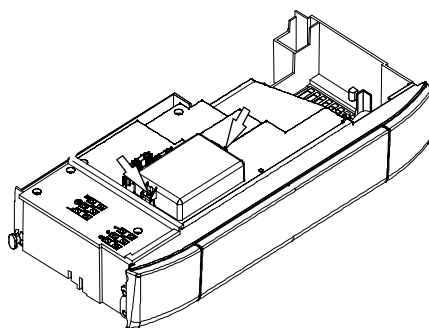

Figura 5.22
- Togliere le due viti indicate in Figura 5.22 e aprire il coperchio della morsettiera collegamento sonda esterna.
Svitare le viti e rimuovere il coperchio copri morsettiere (Figura 5.22).